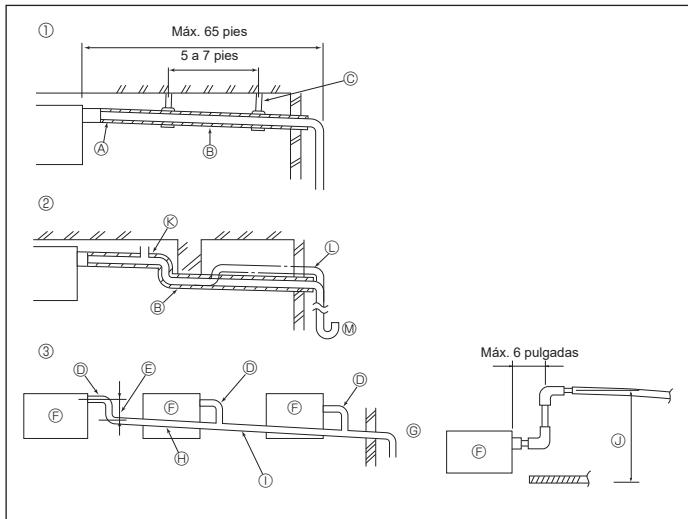

Fig. 6-1
6.1. Tubería de drenaje (Fig. 6-1)
- ① Tubería correcta
- ② Tubería incorrecta
- Puede provocar el desbordamiento del drenaje. ⑧
- No coloque un tubo elevado en la tubería. ⑨
- No coloque sifones para evitar olores en la tubería. ⑩
- ③ Agrupación de tuberías